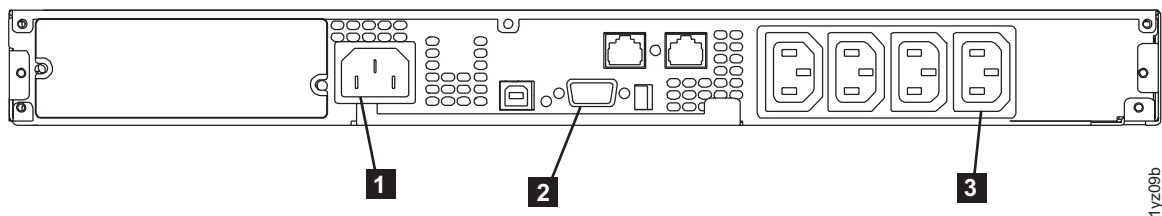

図 319. 2145 UPS-1U (背面図)
9. 2145 UPS-1U の背面で、SAN ボリューム・コントローラーの電源ケーブルをロード・セグメント 2 コンセント (365 ページの図 319 の **3**) に接続します。該当する場合、電源ケーブル保持ブラケット (図 318 に示す) を取り付けます。
10. SAN ボリューム・コントローラーのシグナル・ケーブルを通信ポート (365 ページの図 319 の **2**) に再接続します。
11. 2145 UPS-1U の主電源ケーブルを (電力配分装置または 冗長 AC 電源スイッチ のいずれかからの) 入力コネクタ (365 ページの図 319 の **1**) に再接続します。
これで、2145 UPS-1U は待機モードになり、SAN ボリューム・コントローラーがオフラインになるはずですが、図 319 に示されているすべてのインディケータがオフになります。